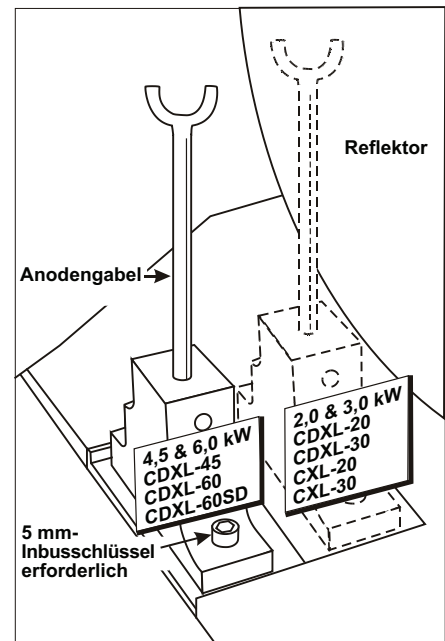

Abbildung 2-13 Position der Anodenklemme
2. Positionieren Sie die Anodengabel je nach Lampentyp. Überprüfen Sie die Position der Anodengabel für den Lampentyp, der beim Projektor verwendet wird. In Tabelle 2.2 werden alle verfügbaren Lampentypen für den CP2230 und die Position der Anodengabel aufgeführt. (Abbildung 2-13)